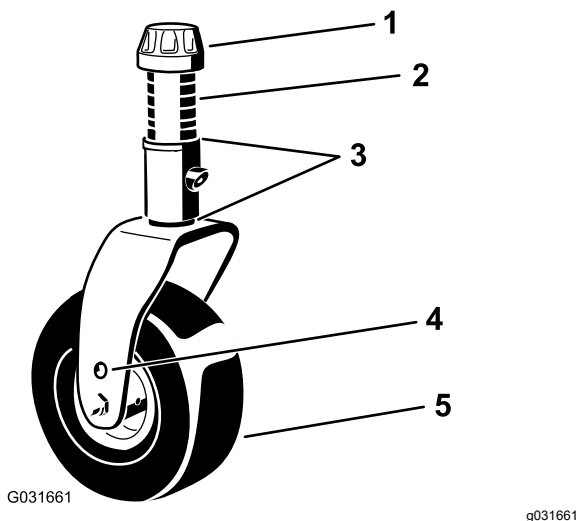

Рисунок 19
4. С помощью прилагаемого ключа для колпачковых гаек поворотных колес, ослабьте колпачковую гайку и снимите ее с вала поворотного колеса, затем извлеките вал из рычага поворотного колеса (Рисунок 19).
7. Установите на вал регулировочные прокладки (как они были установлены первоначально) и остальные проставки (Рисунок 19).
8. Установите колпачковую гайку и затяните ее прилагаемым ключом для колпачковых гаек поворотных колес, чтобы закрепить этот узел (Рисунок 19).